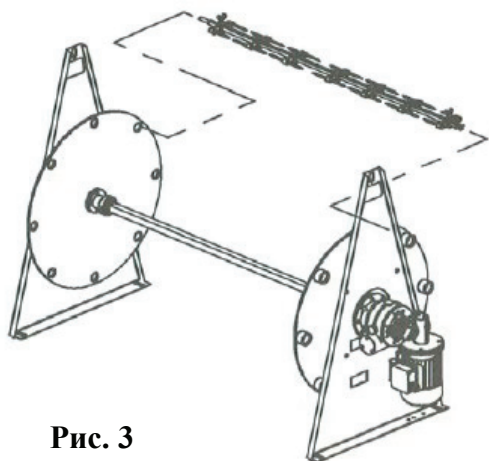

Рис. 3
- Удостоверьтесь, что вертела не движутся, откройте переднее стекло, и используя кухонные рукавицы выньте шампуры (Рис. 3), передвигая их влево, пока не освободится правый конец.